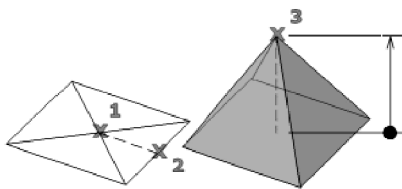

图 12-4 通过三点定义棱锥体
- 默认情况下,可以通过基点的中心、边的中点和确定高度的另一个点来定义一个棱锥体,如图 12-4 所示。